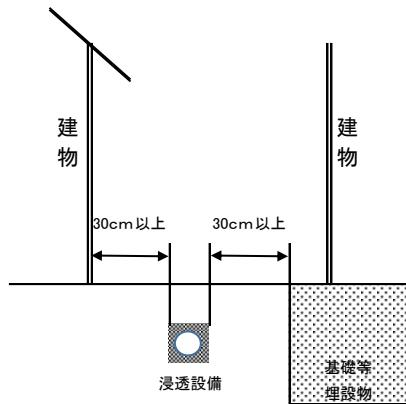

図1
- (1) 浸透機能が効果的に発揮するよう、設備の配置に留意すること。
- (2) 建物等の構造や地下埋設物に対し安全上支障がないこと。
- (3) 地下水位より高い位置へ設置すること。
- (4) 設置位置は浸透水により構造物の基礎及び埋設物が悪影響を受けない距離（概ね 30 cm以上）を確保すること。（図 1）